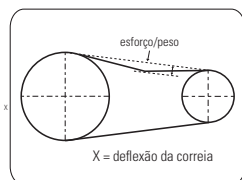

FIGURA 8.4
- D. Inspeccione as correias de transmissão e o motor elétrico. Para verificar, remova o protetor de correia. Após a inspeção, monte o protetor fixando os parafusos (Figura 8.4 e 8.5). Substitua as correias quando necessário.